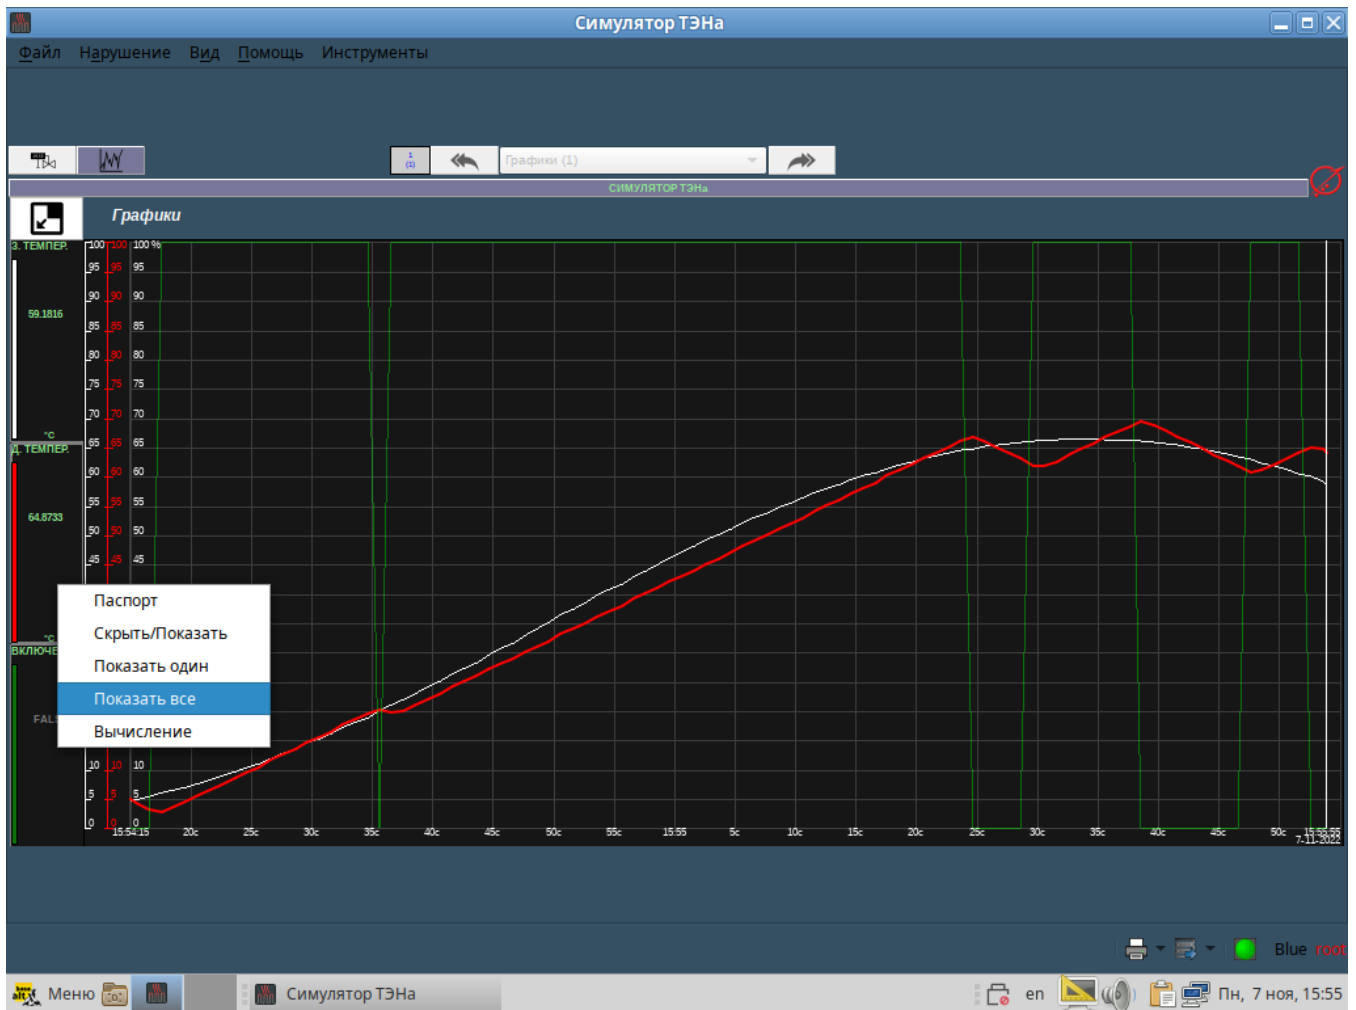

Рис. 60
- «Показать все» — включает отображение всех параметров на графике (рис. 60);